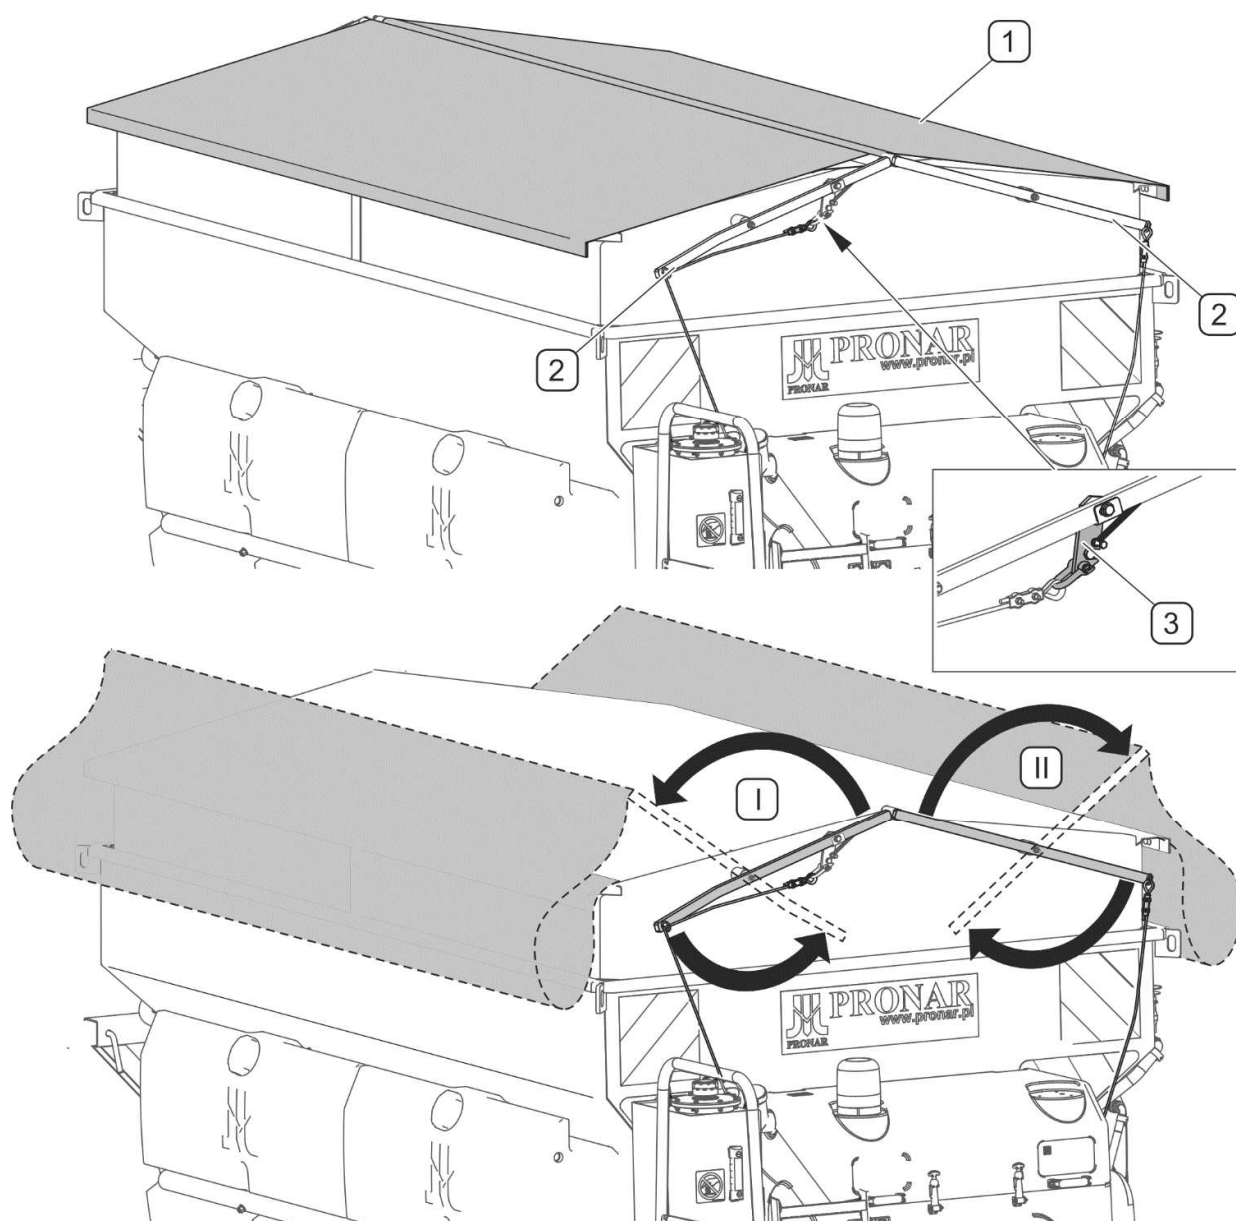

РИСУНОК 4.20 Закрытие тента бункера
(1) - тент; (2) - рычаг каркаса; (3) - собачка
При помощи тросика разблокировать собачку (3) и скатать тент при помощи рычага каркаса. Очередность закрытия и раскрытия (I) - (II) представляет (РИСУНОК 4.20).
Перед началом загрузки необходимо убедиться, что в бункере не остались какие-либо посторонние предметы (камни, инструменты и т.п.). Бункер следует загружать сверху через сито, которое предохраняет от попадания в бункер комков разбрасываемого материала. При загрузке необходимо использовать погрузчик или конвейер. Необходимо стремиться к равномерному размещению груза в бункере, поскольку это обеспечивает необходимую устойчивость разбрасывателя. Следует избегать сбрасывания груза с большой высоты. После загрузки нужно закрыть бункер тентом (РИСУНОК 4.20) и проверить правильность блокировки собачки (3).